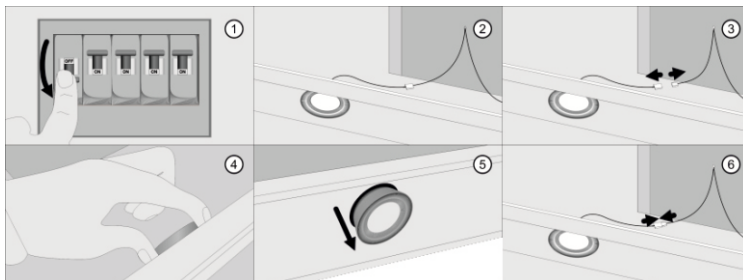

Fig. 15 Cambio de bombillas
Antes de cambiar las bombillas desenchufe el aparato. (Fig. 15)
1. Levante el vidrio de la campana y quite el filtro de grasa; (Fig. 15. 2)
de alimentación de la bombilla, presionando el pestillo; (Fig. 15. 3)
3. En el interior de la campana, encuentre dos placas de fijación de la bombilla, apriételas con los dedos y empuje la bombilla hacia abajo; (Fig. 15. 4, 5)
4. Instale la nueva bombilla del mismo tipo y con las mismas características (12 V, 1.5 W), y conecta en serie a la fuente de alimentación. (Fig. 15. 6)